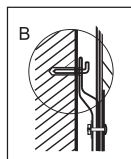

Рис. 5
2. Определите точки для отверстий под распорные болты с крюками (определяются в соответствии со спецификацией прибора, который вы выбрали). Просверлите в стене два отверстия соответствующей глубины с использованием сверла, подходящего по размеру под распорные болты, прилагаемые к водонагревателю, вставьте винты, поверните крюк вверх, плотно затяните гайки и затем повесьте электрический водонагреватель на эти крюки (см. Рис. 5).